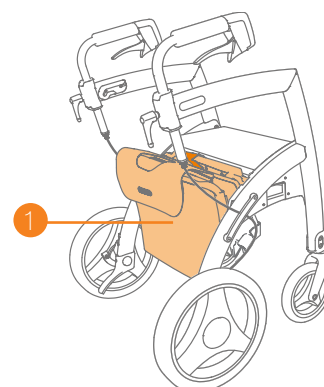

Abbildung 31: Rollstuhlpaket angebracht.
- Setzen Sie das Rollz Rollstuhlpaket in die beiden Aussparungen hinter dem Sitz ein (**Abbildung 31**).